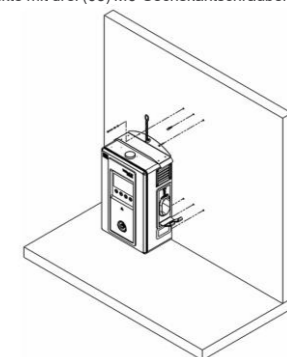

Abbildung 4.5: Befestigungsbeispiel
- Setzen Sie die sechs (06) Kunststoffdübel mit einem Durchmesser von $\varnothing 10 \times 50$ mm [0,39x1,39 Zoll] die Löcher ein.
- Beginnen Sie die Befestigung am unteren Teil der Konstruktion unter Verwendung der drei (03) vorhandenen Befestigungspunkte mit drei (03) M6-Sechskantschrauben, wie in Abbildung 4.5 dargestellt.